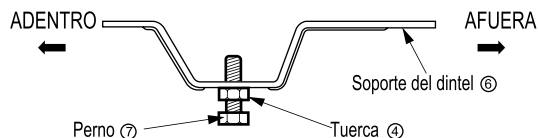

Fig. 3
3. Corte el sello del marco de la ventana guillotina a la longitud adecuada. Despegue la parte posterior y adhiera la espuma de polietileno a la parte inferior del marco de la ventana guillotina y la parte inferior del marco de la ventana. FIG.3
3. Arme de modo flojo el soporte del dintel ⑥ usando las partes que se muestran en Fig. 3.